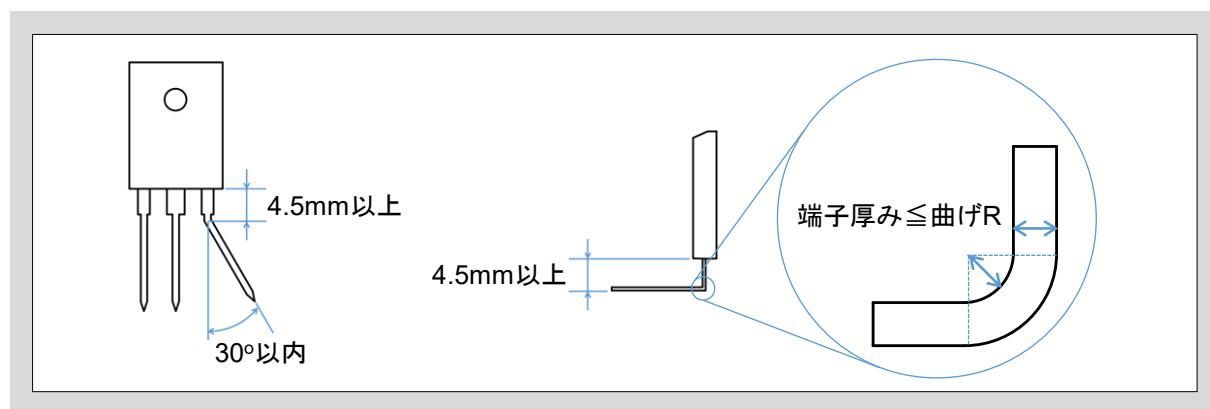

図3-7 端子成形上の注意点
- ・端子を横方向に曲げる場合は、図3-7のようにパッケージから4.5mm以上離れた部分で30°を超えないように折り曲げてください。